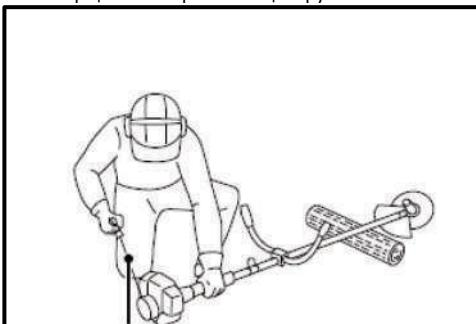

Рис. 36
- Якщо Ви тягнете (приблизно 50-70 см) за рукоятку (1) шнурів стартера і відчуваєте опір, але шнур продовжує витягатися – стартер справний (Рис. 36). Якщо Ви не відчуваєте опору або якщо шнур стартера взагалі не витягається – стартер не справний. Зверніться до спеціалізованого дилера або офіційного сервісного центру.